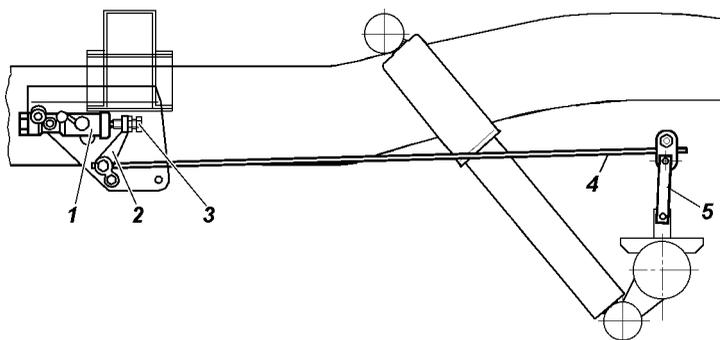

Рис. 9.35. Привод регулятора давления:
В процессе эксплуатации и при замене задних рессор необходимо регулировать усилие упругого рычага 4 (рис. 9.35) на поршень регулятора. Регулировку производите в следующей последовательности:
4. Доверните болт 3 (см. рис. 9.35) на 2 и 1/3 оборота (14 граней головки болта).